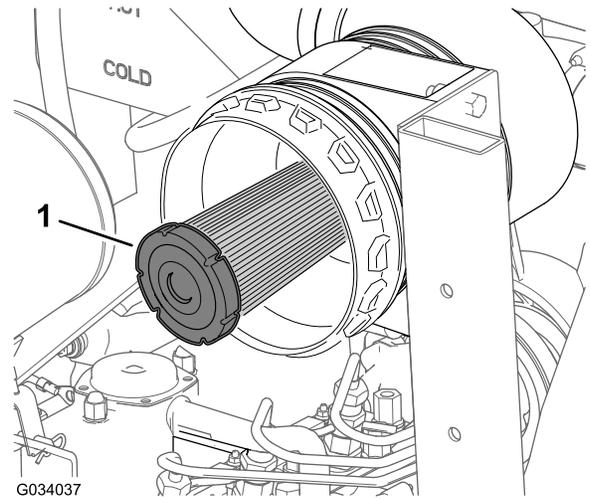

Figura 47
- Compruebe que no hay polvo o residuos en el filtro de seguridad del limpiador de aire (Figura 47).
Importante: No intente nunca limpiar el filtro de seguridad (Figura 47). Sustituya el filtro de seguridad después de cada tres revisiones del filtro primario.